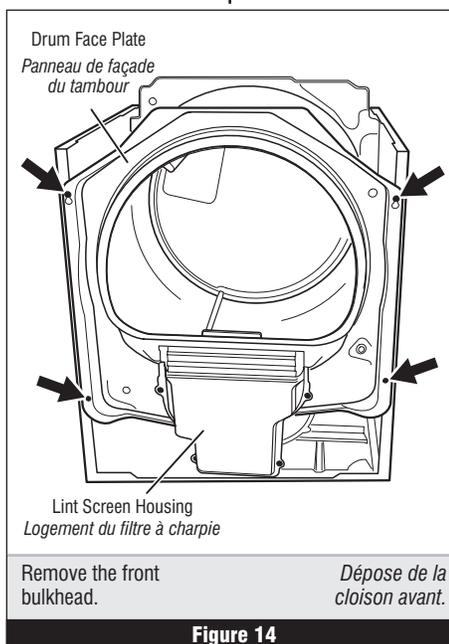

Figure 14
9. Remove the lint screen housing by removing the four screws holding the lint screen housing. See figure 14.
10. Remove the front bulkhead by loosening the upper two screws and removing the lower two screws. See figure 14.
9. Enlever le logement du filtre à charpie : ôter les quatre vis fixant le logement du filtre à charpie. Voir figure 14.
10. Ôter la cloison avant : desserrer les deux vis supérieures et ôter les deux vis inférieures. Voir figure 14.